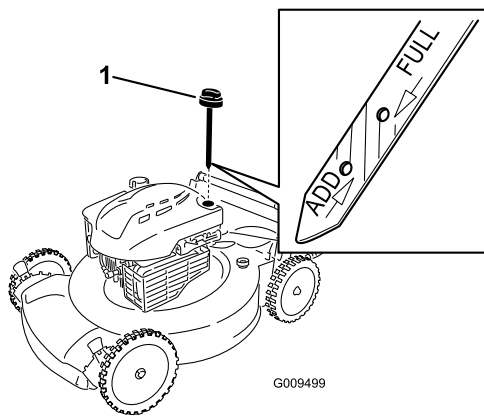

Figure 23
2. Retirez la jauge (Figure 23).
- Versez de l'huile **lentement** dans le goulot de remplissage pour faire monter le niveau de liquide jusqu'au repère du **plein** (Full) sur la jauge (Figure 23). **Ne remplissez pas excessivement.** (Remplissage max. : 0,59 l (20 oz), type : huile détergente SAE 30 de classe de service API SF, SG, SH, SJ, SL ou supérieure.)